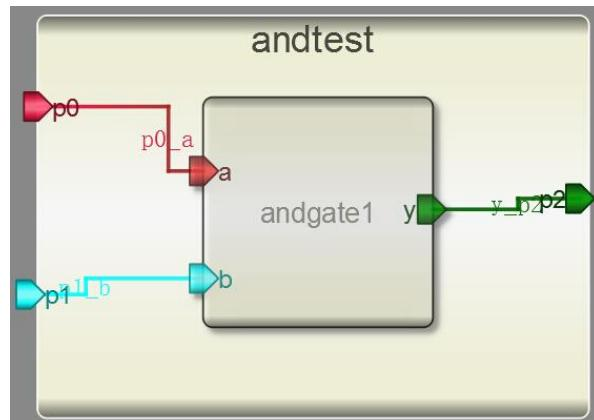

图 2-1-13 连接引脚
(5) 连接引脚。点击工具栏中的 图标，或者选择菜单“Tool”中的“Connect”，连接引脚 p0 到 a，p1 到 b 和 y 到 p2，如图 2-1-13 所示。这个时候，注意查看连接线的颜色。